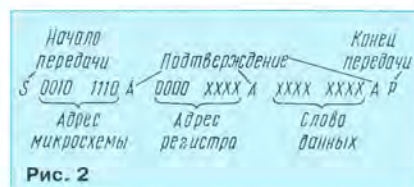

Рис. 2
ответ). Чтобы не было искажений, из нескольких ведущих устройств при каждой операции регулировки выбирается одно благодаря операции арбитража. За один такт сигнала SCL передается один бит информации (уровень 0 или 1). Информация с шины SDA считывается, когда на шине SCL присутствует уровень 1. Формат передаваемых данных по цифровой шине I²C показан на рис. 2. Информация о начале передачи — это переход на шине SDA с уровня 1 в уровень 0 (S), когда на шине SCL — уровень 1.
Передатчик генерирует последовательные биты информации. В байте — девять бит. Каждый девятый бит — это подтверждение приема информации приемником (А на рис. 2). Подтверждением служит низкий уровень на шине SDA, создаваемый приемником. Чтобы принять это сообщение, передатчик устанавливает во время каждого девятого бита уровень 1 на этой же шине.